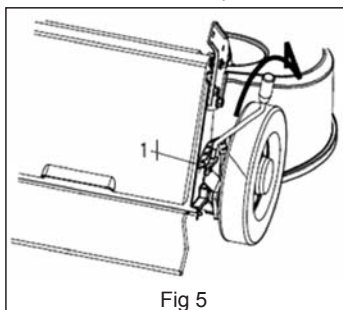

Fig 5
- Écartez le levier de façon à le libérer du support cranté (fig.5).